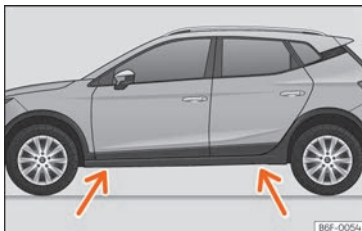

Abb. 74 Aufnahmepunkte für den Wagenheber.
- Suchen Sie am Längsträger die Markierung des Aufnahmepunktes für den Wagenheber (Eindrückung), die dem zu wechselnden Rad am nächsten liegt » » **Abb. 74.**